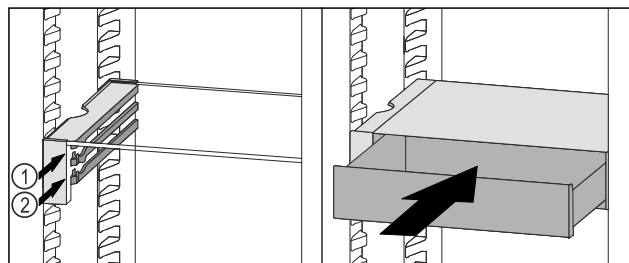

Fig. 95
- ▶ Nasadte zásuvku VarioSafe za zarážky na požadovaném žebro Fig. 95 (1) nebo Fig. 95 (2).